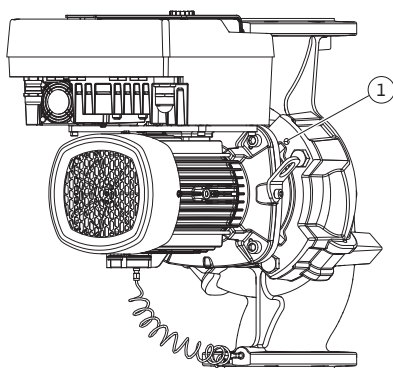

Fig. 98: Apăsarea ansamblului motor cu rotor hidraulic prin găurile filetate
12. În funcție de tipul pompei (Fig. III), slăbiți șuruburile de la poz. 29. Folosiți cele două găuri filetate adiacente (Fig. 98, Poz. 1) și folosiți șuruburi adecvate puse la dispoziție de client (de exemplu, M10 x 25 mm). Apăsăți ansamblul motor cu rotor hidraulic de pe carcasa pompei.